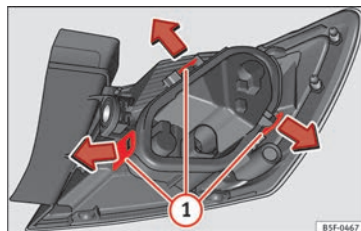

Fig. 117 Languettes de fixation au dos du feu arrière.
- Démontez le porte-ampoule » **fig. 117** en déverrouillant les languettes de fixation ①.